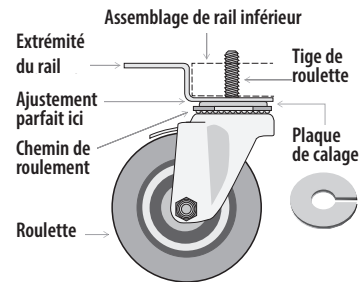

Fig. 4. Diagramme des roulettes.
3. Vissez les roulettes dans le rail du châssis ou le fond de l'appareil. Voir fig. 4 et 5.